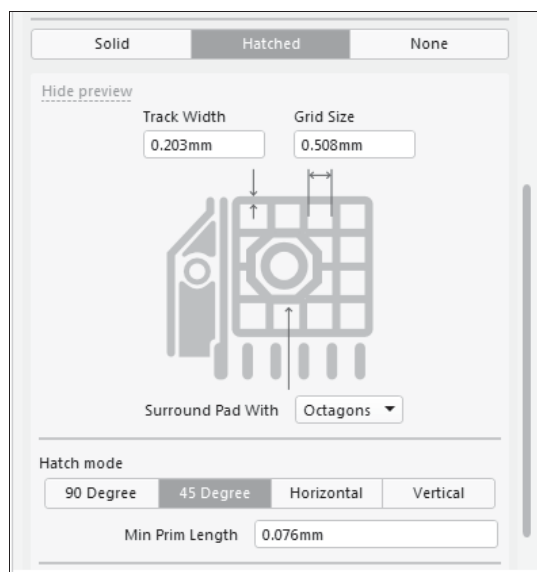

Рис. 7.17. Настройка параметров сетчатого полигона
- для сетчатых полигонов **Hatched** (рис. 7.17) указываются параметры: